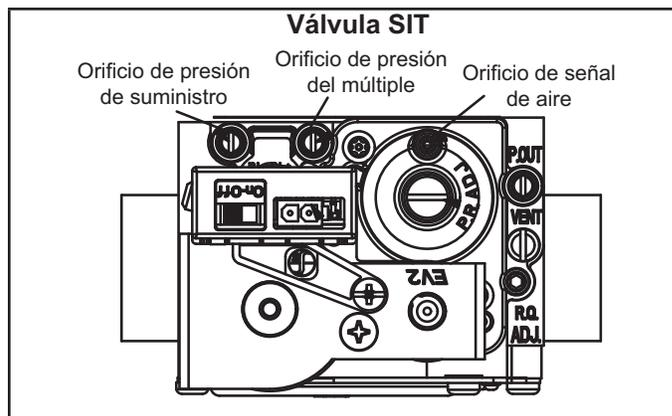

FIGURA 27
Operación de la válvula de gas (FIGURA 27)
- 6 - Mueva el interruptor en la válvula de gas a APAGADO. No lo fuerce. Ver la FIGURA 27
- 8 - Mueva el interruptor en la válvula de gas a la posición ENCENDIDO. No lo fuerce. Ver la FIGURA 27.